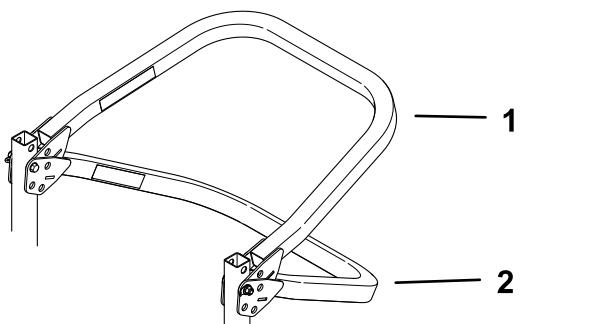

Figura 9
**Nota:** Esistono 2 posizioni di abbassamento, come illustrato nella Figura 9.